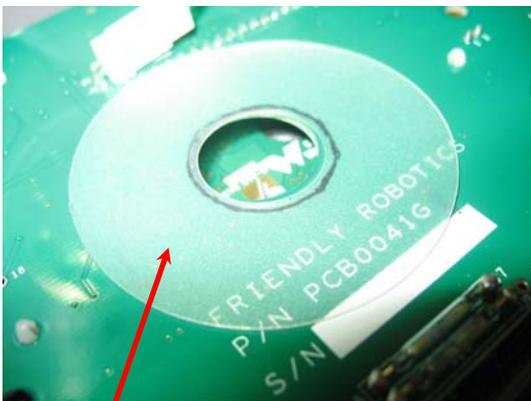

Figure 3
3. Positionnez une pièce en plastique mince **ou** une bande isolante de bonne qualité, comme montré en figures 3 et 4, pour séparer le point de soudure sur le haut parleur et la zone endommagée sur le panneau pour éviter chaque contact entre eux.